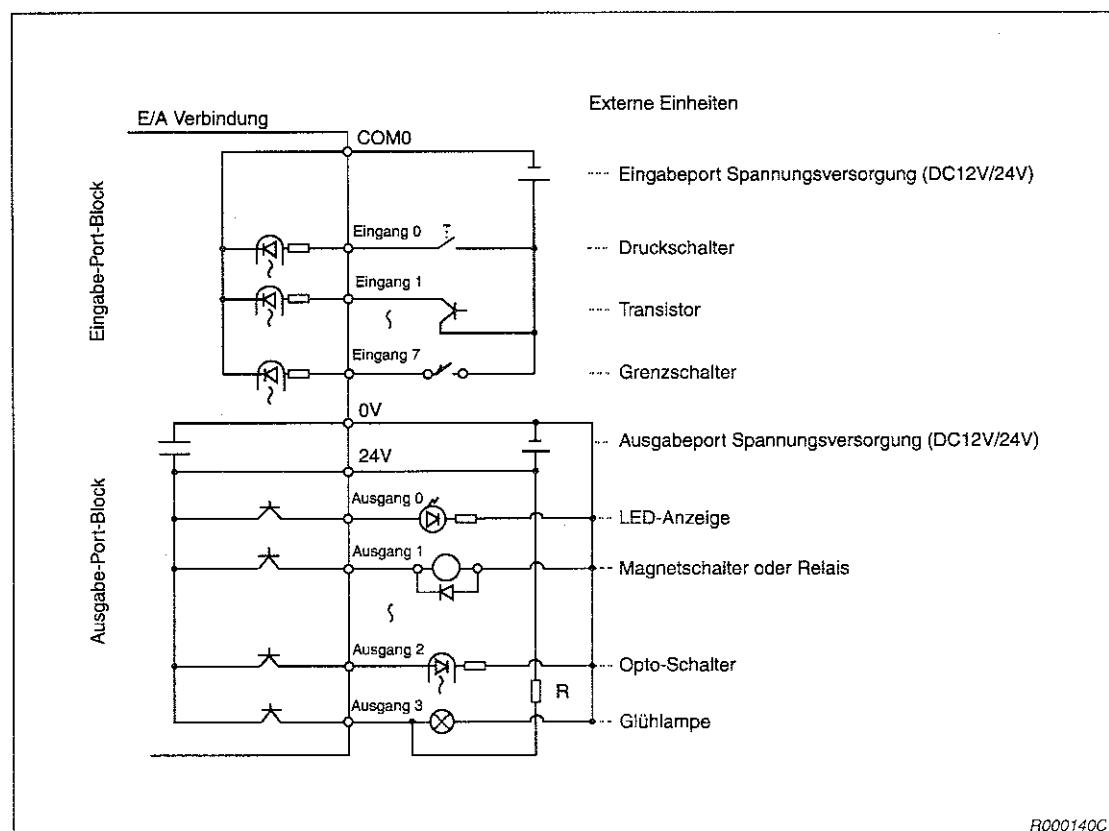

Abb. 4-11: Anschlußschema für die parallelen Ein- und Ausgänge
- Beim Einsatz von Glühfadenlampen müssen Sie die Versorgungsspannung über einen Widerstand parallel schalten, damit Sie den Ausgang nicht überlasten. Glühfadenlampen besitzen einen bis zu 10fachen Einschaltstrom. Mit dieser Schaltung können Sie einen 20 % größeren Nennstrom am Ausgang liefern (siehe Abb. 4-11).